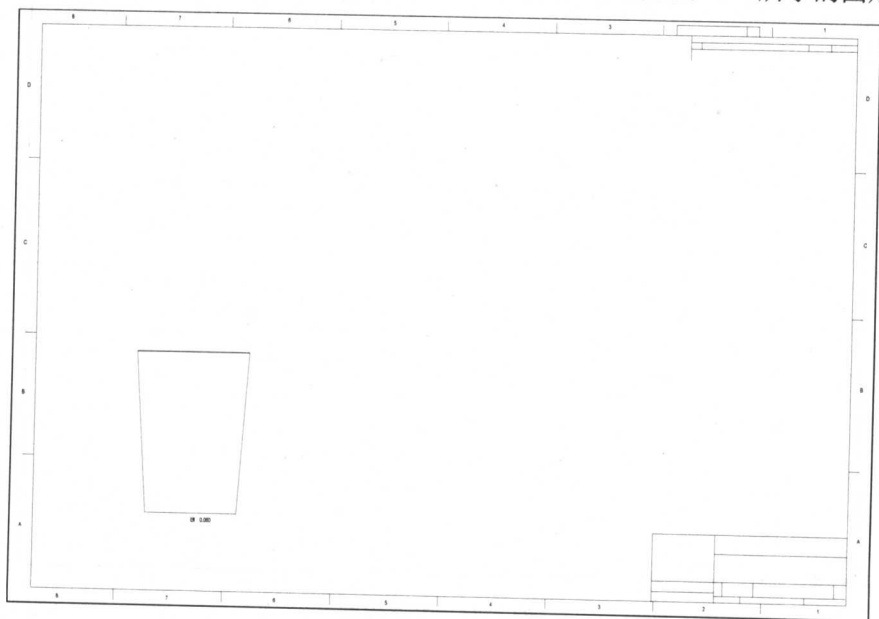

图 1.14 一个视图
(3) 选择【插入】|【绘图视图】命令, 在弹出的菜单管理器中, 选中【比例】选项, 接受其余的默认选项, 单击【完成】。单击工作区左下角, 在下方的文本框中输入 0.06 并单击鼠标中键, 在弹出的【方向】对话框中【已保存视图】下的列表框中选择 FRONT 选项, 接受其余默认设置并单击【确定】按钮, 此时, 在工作区会出现如图 1.14 所示的图形。